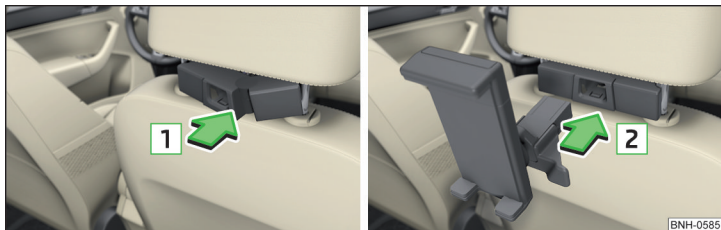

Abb. 96 Einsetzen: Adapter / Halter
- Zum **Einsetzen** den geöffneten Adapter an die Führungsstangen der Kopfstütze vorn ansetzen und in Pfeilrichtung **1** einclipen » Abb. 96 » **!**